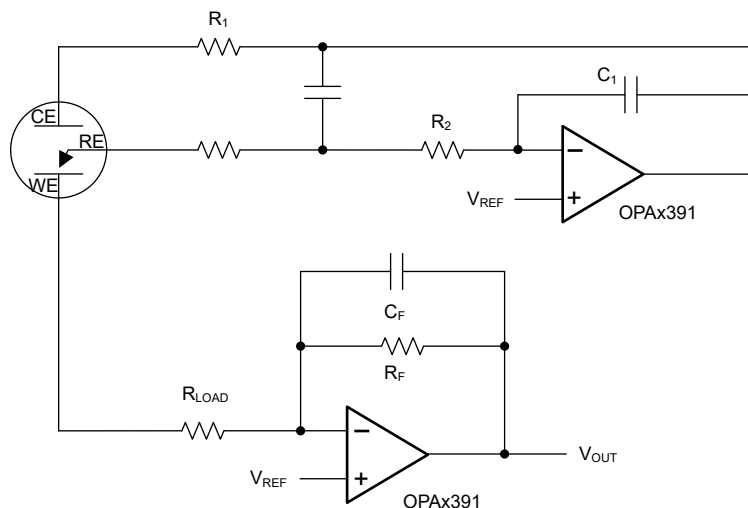

図 8-1. 3 端子 CO ガス・センサ
図 8-1 に、3 端子のバイアスなし CO センサと組み合わせて使用する、シンプルなマイクロパワー・ポテンショスタット回路を示します。この同じ設計は、他のさまざまな 3 端子ガス・センサや電気化学セルにも応用できます。基本的なセンサには、センス電極または動作電極 (WE)、カウンタ電極 (CE)、リファレンス電極 (RE) の 3 つの電極があります。電流は CE と WE の間を流れ、検出された濃度に比例します。RE は内部基準点の電位を監視します。バイアスなしのセンサでは、CE のバイアスを調整して、WE と RE を同じ電位に維持する必要があります。U1 で形成されたポテンショスタット回路を介して、サーボ・フィードバック・アクションにより RE ピンが V_{REF} で設定された電位に維持されます。センサの静電容量が大きい場合、 R_1 は安定性を維持します。 C_1 と R_2 はポテンショスタット・インテグレータを形成し、フィードバック時間を一定に設定します。U2 はトランスインピーダンス・アンプ (TIA) を形成し、検出されたセンサ電流を比例電圧に変換します。式 1 は、 R_F を使用して、トランスインピーダンス・ゲインとその感度を計算します。